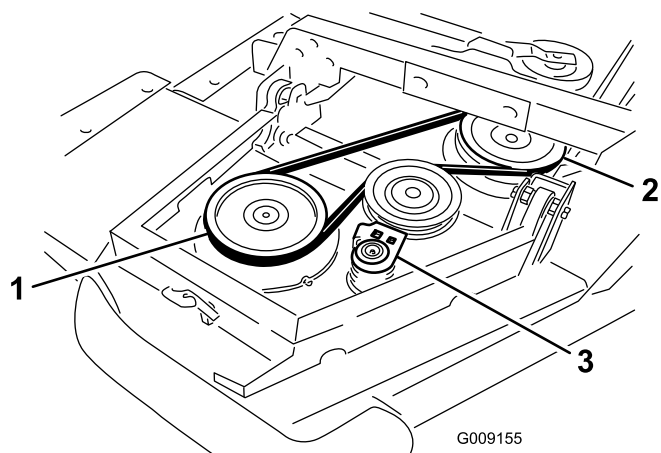

図 5
- A. まず、ウイングレットのスピンドルプーリから前デッキのスピンドルプーリにベルトを掛ける 図 5。
- B. ラチェットレンチのようなものを使って、アイドラプーリーをプーリーから引き離す 図 5。